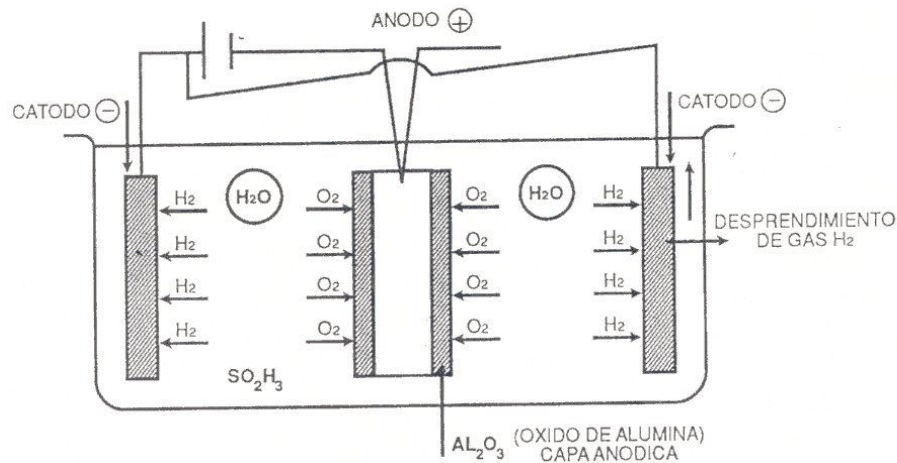

Imagen 2. Celda electrofítica de anodización
- Anodizado. Proceso electrofítico de oxidación anódica. Se hace con ácido sulfúrico haciendo pasar una corriente eléctrica directa de aproximadamente 1 a 2 amperios por decímetro cuadrado. En la celda electrofítica el aluminio actúa como ánodo y la corriente como agente de disociación. El cátodo lo constituyen láminas de otro material dentro de la celda (**Imagen 2**).